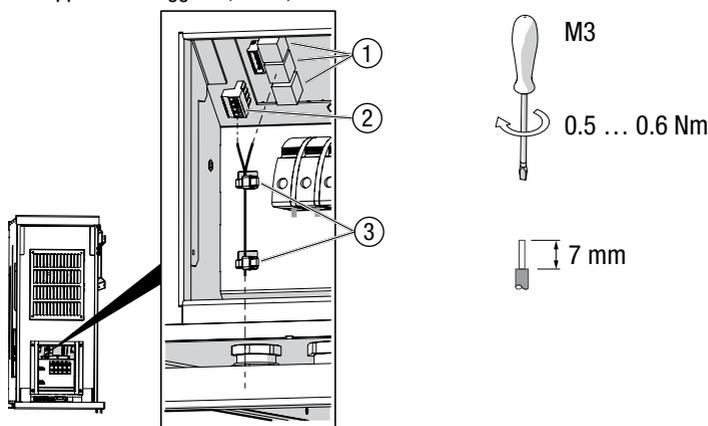

Figura 19 Collegamento di rete
3. Inserire il cavo di rete nelle prese RJ45 (Figura 19/Pos.1) e verificare il bloccaggio spina.
4. Collegamenti a morsetti RS485 (Figura 19/Pos.2): collegare il cavo di rete RS485 come di seguito:
5. Fissare i cavi con i fermacavi ai passanti dell'alloggiamento (Figura 19/Pos. 3).
6. Chiudere i passaggi inutilizzati nel pressacavo per cavi multipli con i perni di chiusura (vedere pos. 8 nel paragrafo 4.3).